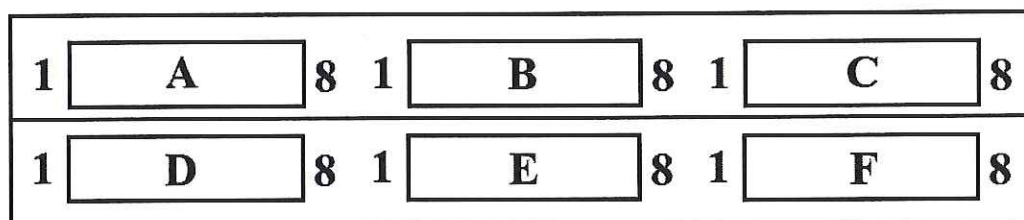

Рисунок 7 – Схема передней панели шкафа кроссового оптического.
5.7 Также в КСО установлен шкаф кроссовый оптический (ШКО), предназначенные для распределения и последующей коммутации волоконно-оптического оборудования на сетях связи общего доступа (см. рисунок 7).